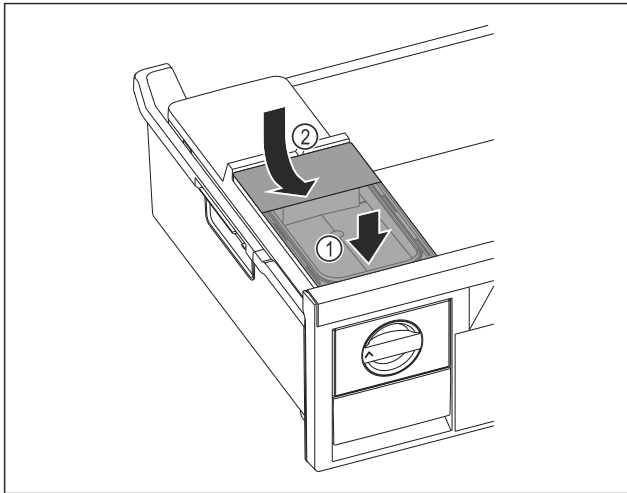

Fig. 157
- ▶ Поставете резервоара за вода отпред. Fig. 157 (1)
- ▶ Спуснете резервоара за вода отзад. Fig. 157 (2)